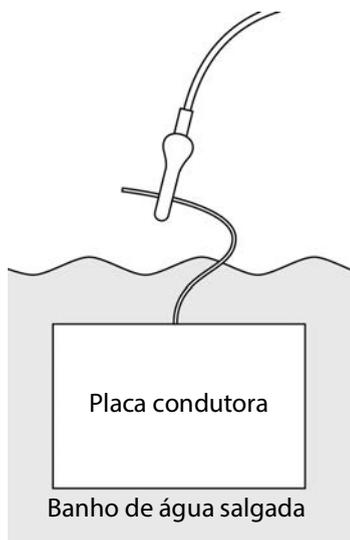

Figura 20 Ligação da placa condutora
- a Conecte o fio condutor preto à placa de cobre ou alumínio no banho de água salgada conforme exibido na **Figura 20**.